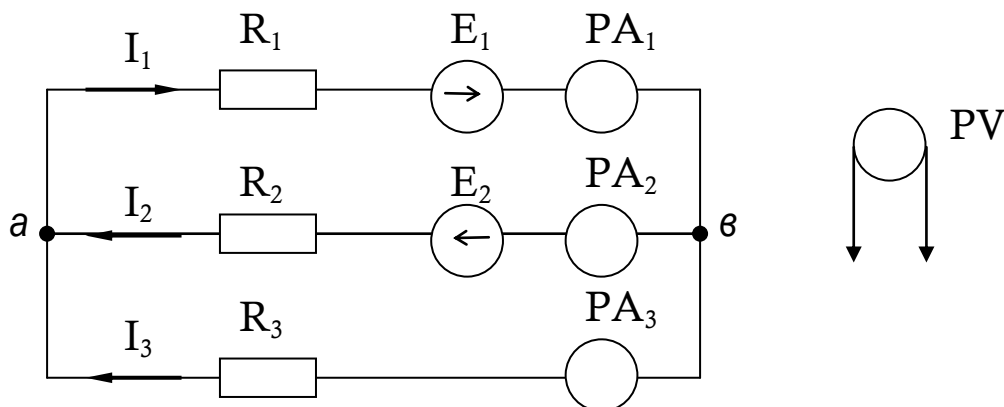

Рис. 3. Электрическая схема лабораторной установки
3.2. Собрать схему (Рис. 3.), включить ее. Измерить величины ЭДС источников E_1 и E_2 . Измерить токи I_1, I_2, I_3 в ветвях схемы, возникающие под действием обоих источников ЭДС.
5.2 Собрать цепь, изображенную на рис. 3, включить ее. Измерить ЭДС источников E_1 и E_2 , токи I_1, I_2, I_3 ветвях схемы.